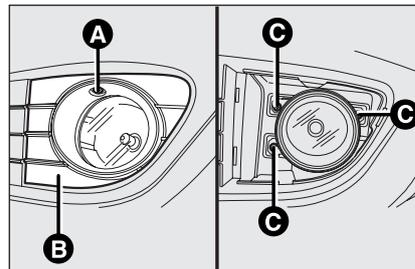

fig. 24
- svitare la vite **A-fig. 24** ed estrarre la maschera di protezione **B**;